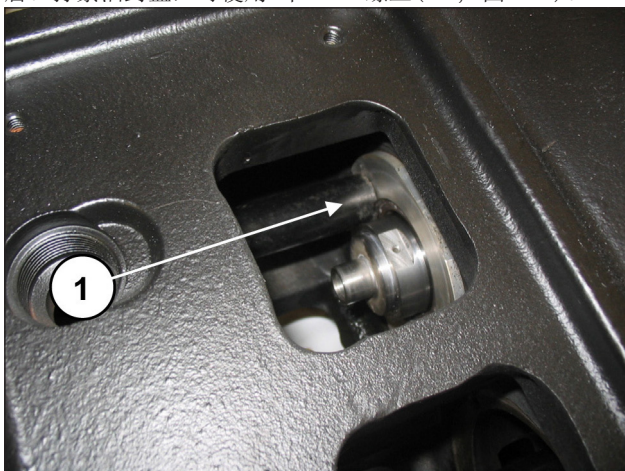
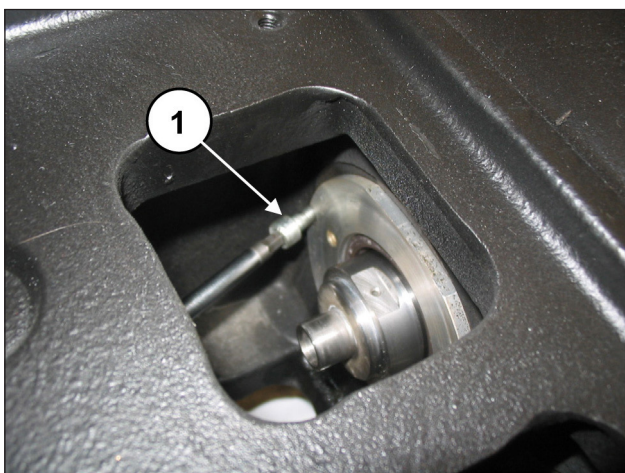

图 160
图 161
确保盖子完全进入底座（①，图 160）注意不要损坏油封唇。拧紧油封盖，可使用2个M6x14螺丝（①，图 161）。